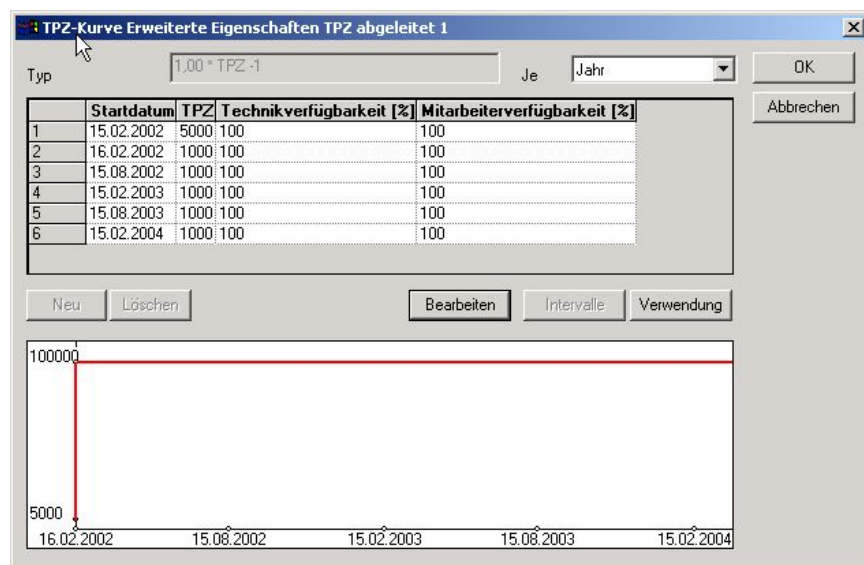
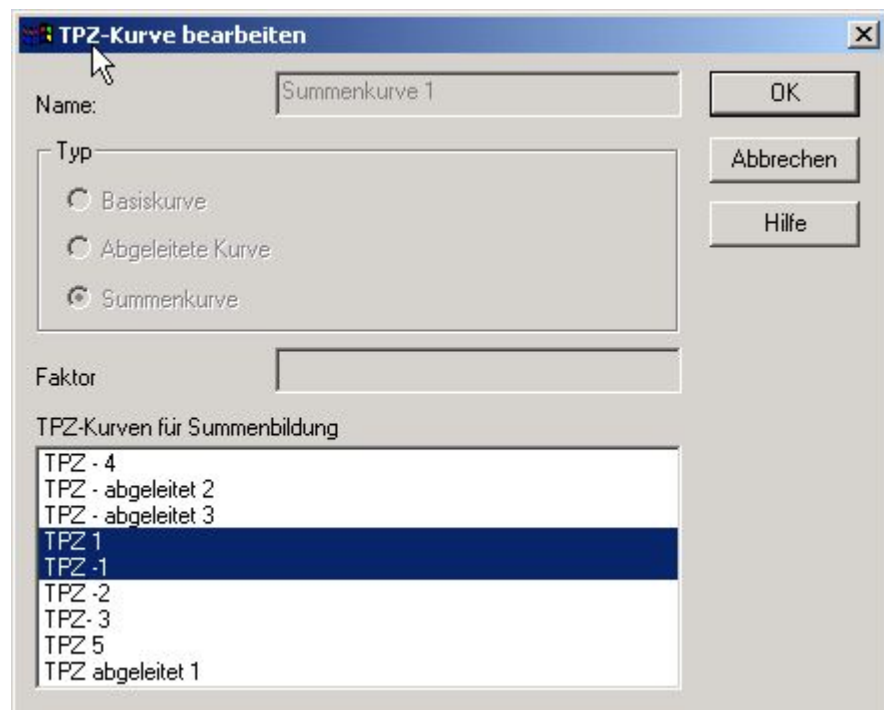

Abbildung 25: Erweiterter Eigenschaftsdialog mit dem Button Bearbeiten
Abbildung 27: Dialog TPZ – Kurve bearbeiten für Summenkurve
- ➔ Um eine Basiskurve festzulegen, klicken Sie auf *Bearbeiten* im erweiterten Eigenschaftsdialog. Siehe auch: Abbildung 25.
Siehe auch: Abbildung 17, Abbildung 25, Abbildung 27.